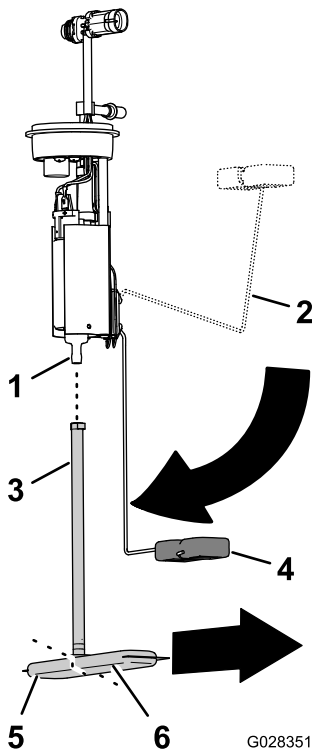

图 88
1. 从燃油泵的接头上拆下燃油滤清器的集油管图 88。
2. 将新燃油滤清器的集油管与燃油泵的接头对齐图 88。
3. 在浮子臂处于空位时将燃油滤清器的长腿与浮子对齐图 88。
4. 将燃油泵接头插入集油管直至接头完全到位图 88。
2. 将燃油泵/发送装置放入油箱的加油口图 87 和 图 88。